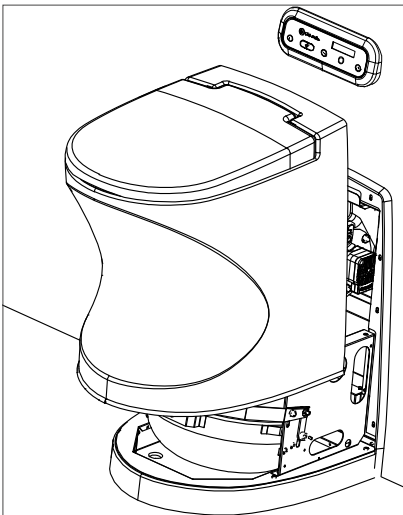

Abbildung 4
2. Lege deine Hände an die Seite der Toilette und ziehe die Schale zu dir heran. (Abbildung 4).